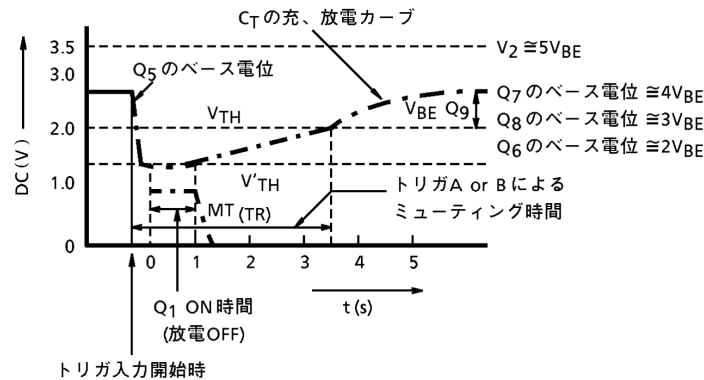

図 3. トリガ (A) あるいは (B) によるミュートイング動作時の各部動作電位
2. 通常のミュートイング (トリガ A あるいは B によるミュートイング動作) (図 3)